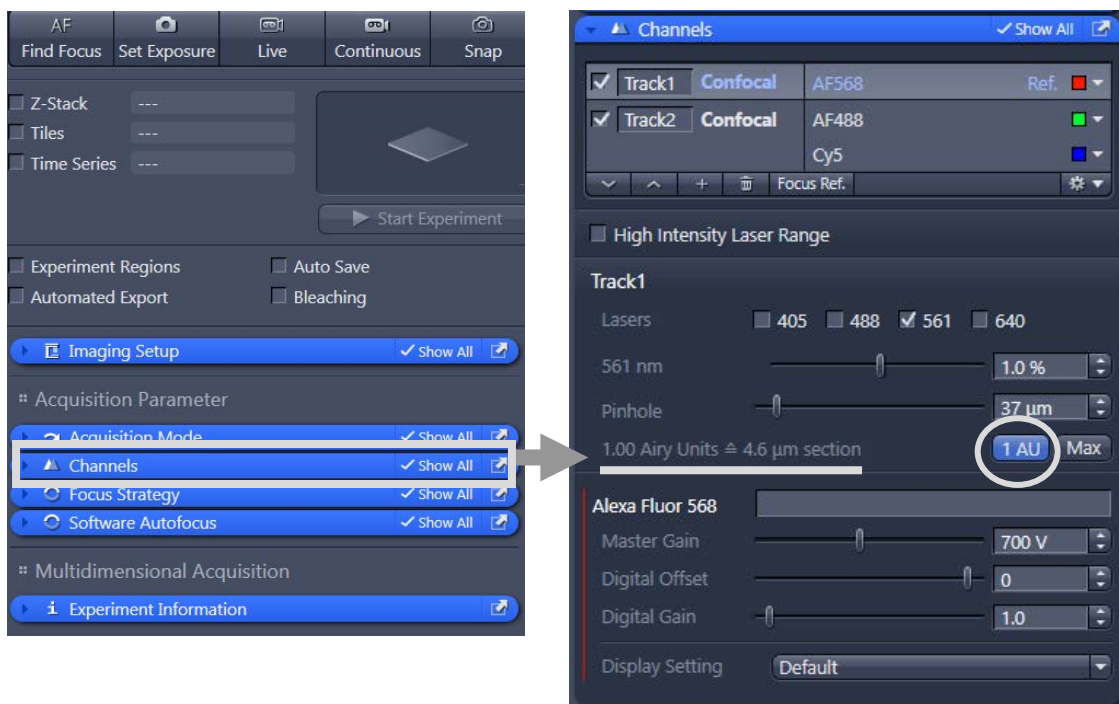

Fig.17 Channels ツール
- ・ピンホールを 1Airy に設定します (Fig.17)。